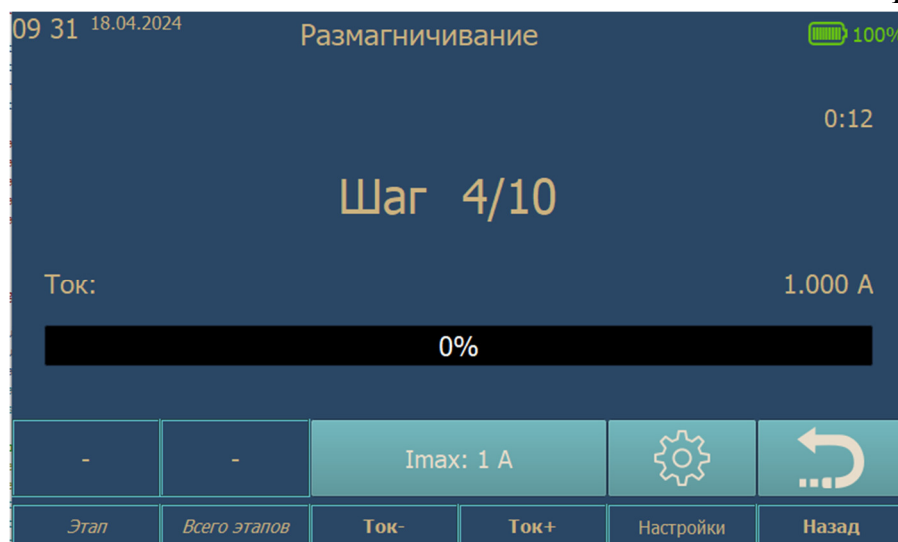

Рис. 5. Режим размагничивания
- При переключении в режим размагничивания экран прибора приобретает вид представленный на рис. 5.